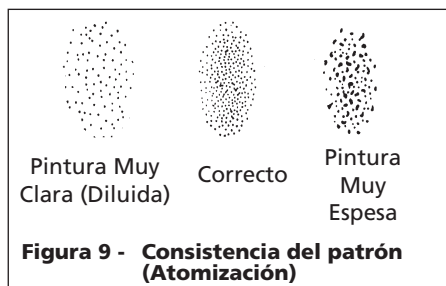

Figura 9 - Consistencia del patrón (Atomización)
4. Oprima el gatillo rápidamente mientras gira la perilla de control en sentido contrario al de las agujas del reloj. Observe el patrón en la pieza de prueba y ajuste la perilla de control de fluído hasta que obtenga el patrón (atomización) deseado (Vea la Figura 9).
5. Si el rocío es muy tosco, reduzca la presión del tanque con el regulador del tanque. Oprima el gatillo rápidamente o abra la válvula para liberar la presión y después aumente la presión poco a poco hasta alcanzar la consistencia deseada en el patrón (Vea la Figura 9).